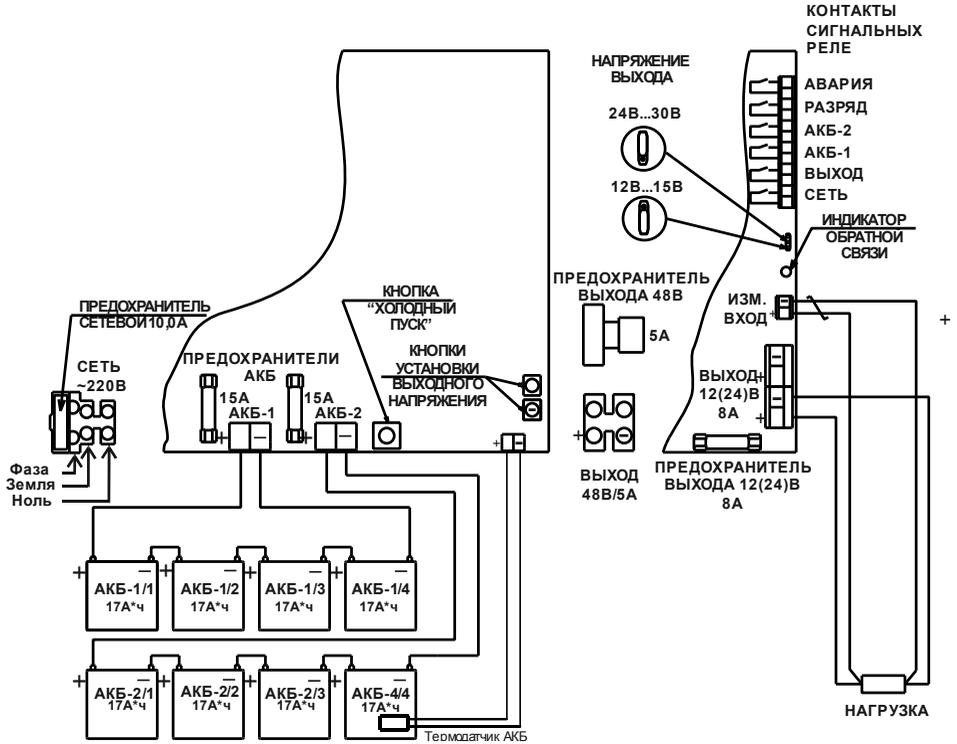

РИСУНОК 1 – Схема подключения источника
Подключение источника производится при отключенном сетевом напряжении и открытой крышке (см. рисунок 1 приложения А) в следующей последовательности:
- при необходимости, подключить термодатчик, входящий в комплект поставки (см. рисунок 1 приложения А);
- Проверить правильность произведенного монтажа в соответствии со схемой подключения (см. рисунок 1 приложения А);
- Собрать две секции по 4 аккумуляторные батареи, соединив АКБ перемычками (см. рисунок 1 приложения А) и подключить их к клеммам колодок «АКБ-1» и «АКБ-2» с учетом полярности (красный провод – к клемме «АКБ+»).